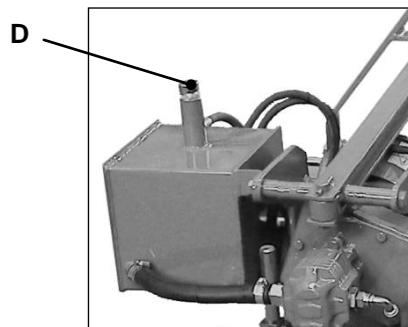

Fig. 9
- Controllare il livello dell'olio idraulico nel serbatoio svitando il tappo con asta indicato al punto D (fig. 9). Se necessario